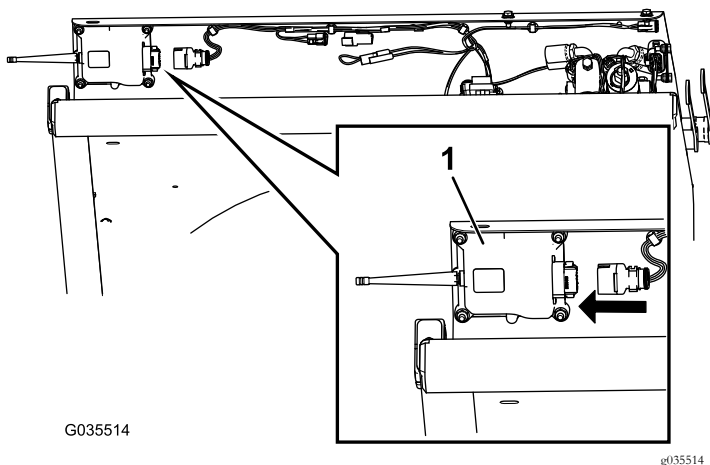

図 12
1. ワイヤハーネスについている RF2CAN コントローラ用のラインを探し出して、RF2CAN コントローラに接続する図12。